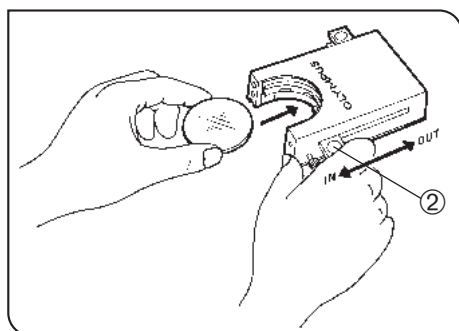

Рис. 19
#### Пользование кассетой для фильтров (рис. 19–22)
2. Переместите рычаг ② в положение IN. Он должен зафиксироваться с характерным щелчком. (Рис. 19)
3. Удерживая рычаг в положении, показанном на рис. 19, поместите фильтр в кассету, вставив его в направлении, показанном стрелкой.